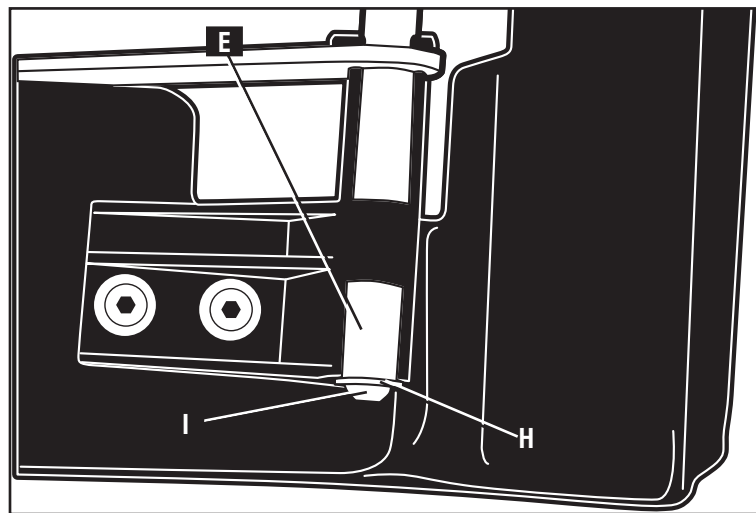

Fig. 5
- Place washer (H) Fig. 5 at end of assembly rod (E) and insert button head hex screw (I) and tighten.
- Enfiler la rondelle (H), fig. 5, sur l'extrémité de la tige de montage (E) et insérer la vis hexagonale à tête ronde (I) puis serrer.
- Coloque la arandela (H) Fig. 5 en el extremo de la varilla de ensamblaje (E), introduzca el tornillo con cabeza de botón hexagonal (I) y ajuste.